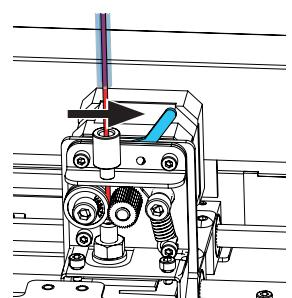

Fig. 27
- ⇒ Placez maintenant le levier de l'extrudeuse à droite (Fig. 27).